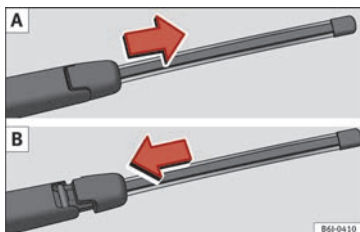

Fig. 91 Retirer et mettre en place le balai d'essuie-glace arrière.
- Faites glisser l'adaptateur du balai dans le sens de la flèche et retirez le balai » » fig. 91 A.
- Placez le balai comme indiqué sur la figure » » fig. 91 B puis faites glisser l'adaptateur jusqu'à ce qu'il s'emboîte.